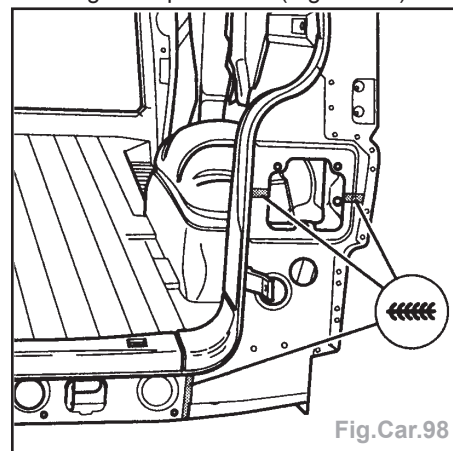

Fig. Car.98
- Effectuer la soudure en bord à bord des zones d'accostage en cordon continu sous gaz de protection (Fig. Car.98).